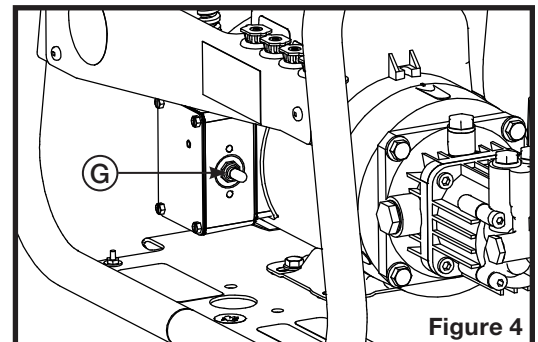

Figure 4
4. Brancher la fiche électrique à une prise dont la capacité du disjoncteur correspond au courant nominal du nettoyeur. Si une rallonge électrique est utilisée, elle doit être au moins du même calibre que le cordon d'alimentation du nettoyeur ou de calibre supérieur si la longueur totale du cordon et de la rallonge excède 35 pi. Actionner l'interrupteur de la pompe (G sur la figure 4)